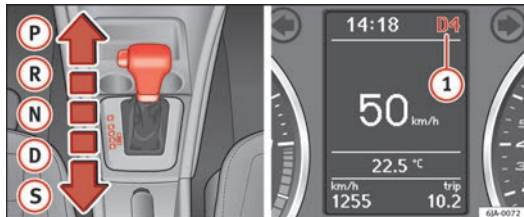

Abb. 105 Wählhebel / Informations-Display: Wählhebelstellungen
Die aktuelle Wählhebelstellung wird im Informations-Display des Kombi-Instrumenten angezeigt **1** => Abb. 105.
- Drücken Sie den Wählhebel aus der Stellung **D** nach rechts. Die aktuelle Wählhebelstellung und der eingelegte Gang werden im Informations-Display des Kombi-Instruments angezeigt **1** ⇒ Abb. 105.